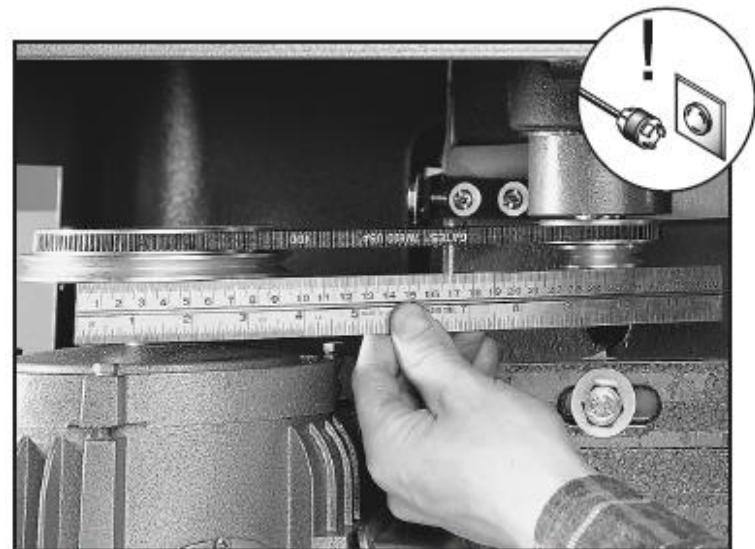

Рис. 17. Проверка совмещения шкивов
3. Проверить совмещение поверочной линейкой. Если шкивы совмещены, поверочная линейка должна ровно прилегать к обоим торцам шкивов, *Рис. 17*.